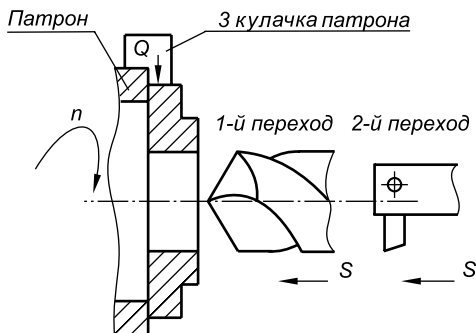

Рис. 1.2. Схема токарно-сверлильной обработки детали типа тела вращения:  $n$  — частота вращения патрона;  $S$  — подача инструмента;  $Q$  — сила закрепления детали
*Переходом* называется часть операции, которая характеризуется неизменностью обрабатываемой поверхности, режущего инструмента и режима обработки. На рис. 1.2 показана схема обработки отверстия в детали, закрепленной в самоцентрирующемся патроне токарного станка, которая осуществляется в два перехода: первый — сверление, второй — растачивание отверстия.
Переход может состоять из двух или нескольких проходов. *Проход* осуществляется за один рабочий ход режущего инструмента. На рис. 1.2